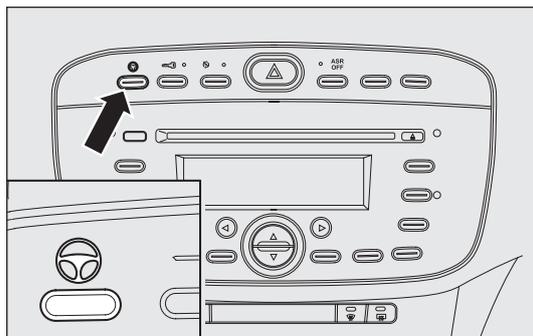

fig. 109
- l'allumage de l'inscription CITY sur le bouton, après la pression sur le bouton même fig. 109.